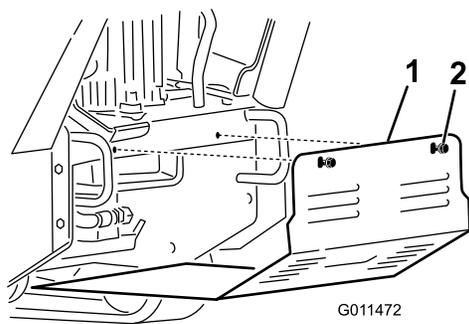

Figura 26
2. Afloje secuencialmente los dos pernos que sujetan el protector inferior hasta que el deflector quede libre (Figura 26).
2. Coloque el protector inferior en la máquina de manera que descansa sobre las 4 pestañas (Figura 26).